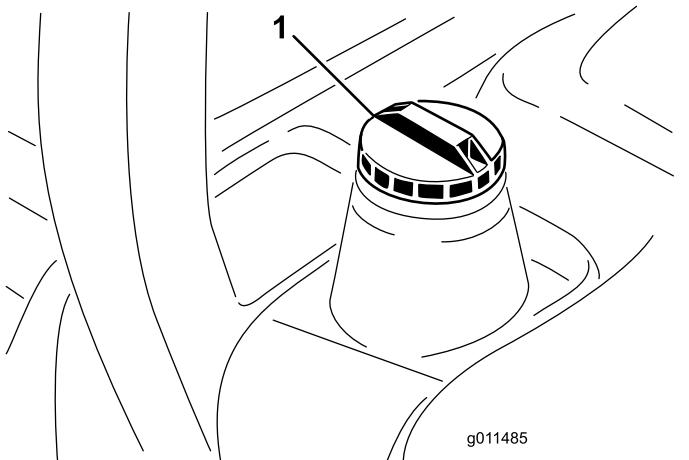

Figure 42
3. Retirez le bouchon du réservoir de carburant (Figure 42).